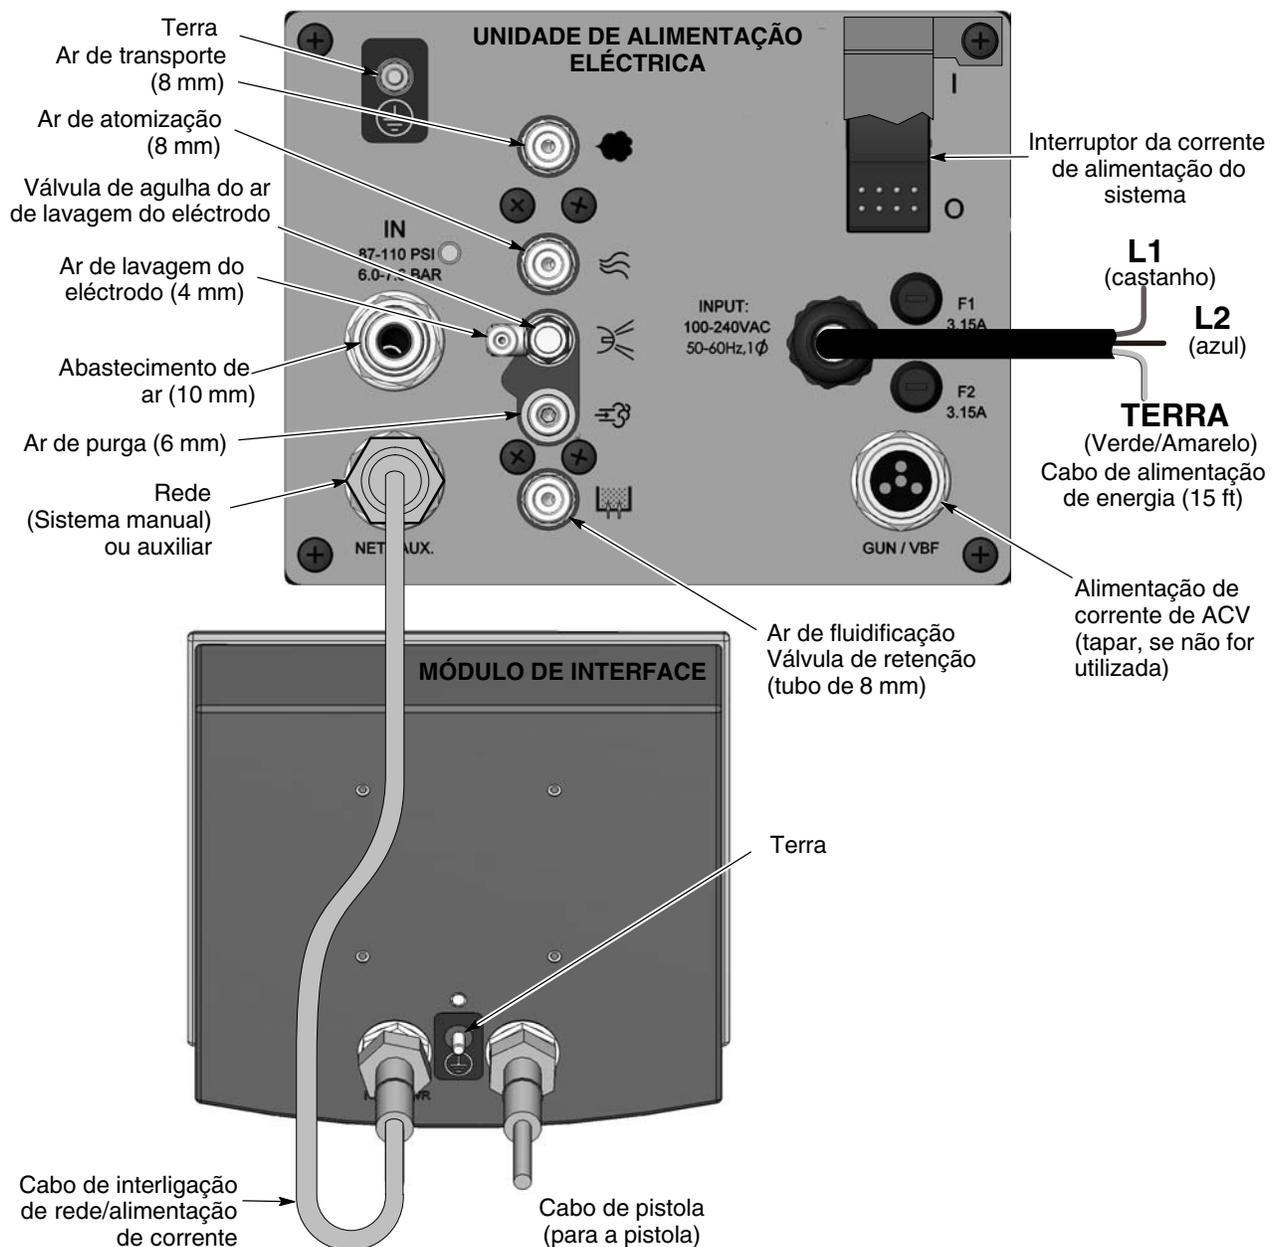

Figura 2-3 Ligações do controlador de pistolas Encore
1. Consulte a figura 2-3. Ligue o cabo à tomada do módulo da interface. A ficha do cabo é fixada à tomada.